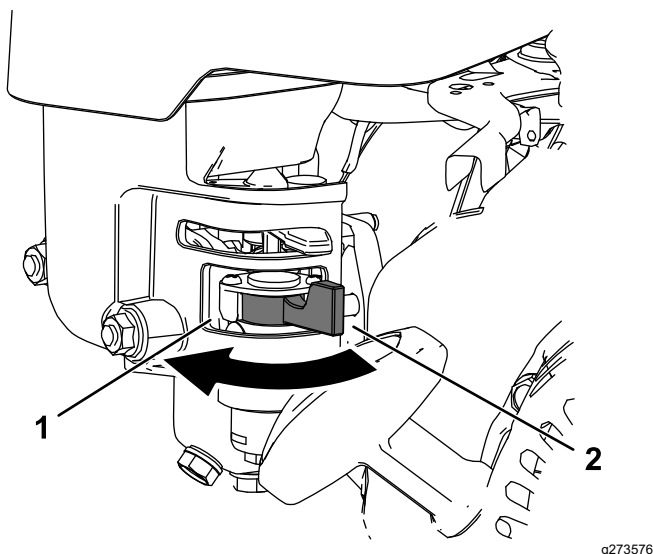

Figura 20
- Para abrir a válvula de combustível, rode a alavanca da válvula de corte de combustível na direção do manípulo do arranque manual com cordão (Figura 20).
- Para fechar a válvula de combustível, rode a alavanca da válvula de corte de combustível afastando-o do manípulo do arranque manual com cordão (Figura 20).